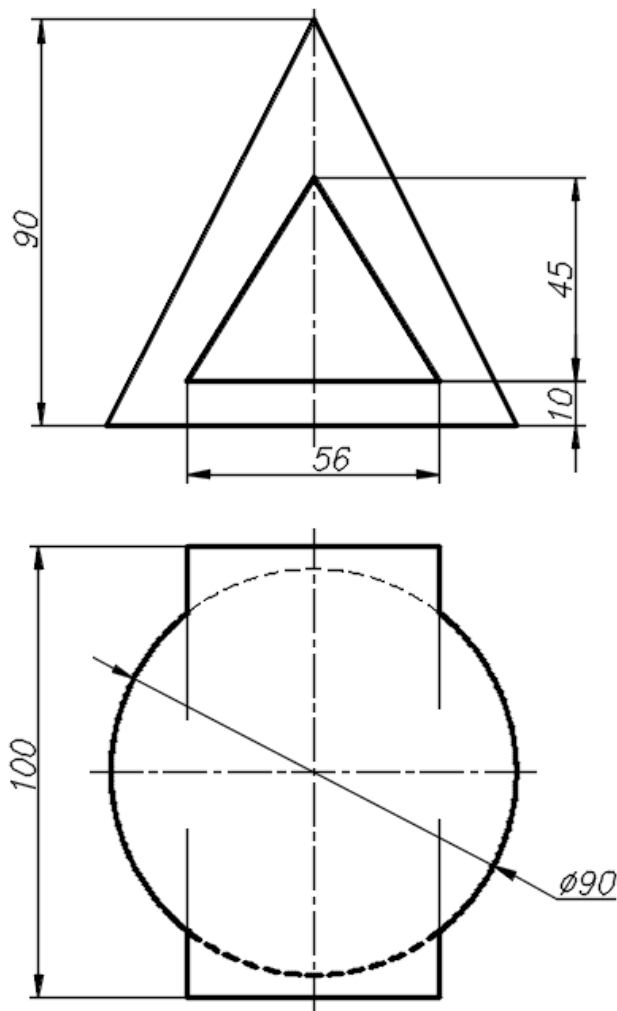

Рис.14. Условие задачи 2
Постановка задачи 2. Построить на экране дисплея 3D-модель объекта 2 по исходным данным на рис. 14. Объект представляет собой два пересекающихся тела. Особенность: призма располагается перпендикулярно оси конуса.
2. В пространстве модели построить исходные 2D-изображения с рис. 14. Видимые очертания конуса выполнить темно-желтым цветом на слое **Контур**, невидимые – на том же слое толщиной 0,25 мм. Изображения призмы выполнить светло-розовым цветом на том же слое. Оси выполнить на слое **Оси** и т. д.
9. Установить призму на ее место относительно конуса в соответствии с рис. 14: